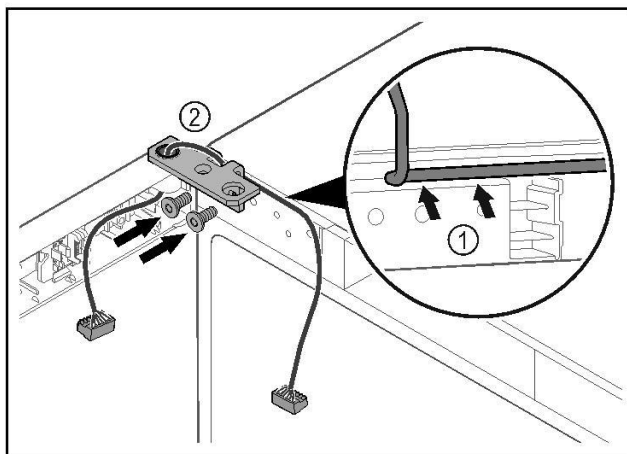

Fig. 40
- || Kabel door de uitsparing van de scharnierhoek leiden en voorzichtig monteren Fig. 40 (1).
- || Scharnierhoek Fig. 40 (2) vastschroeven.